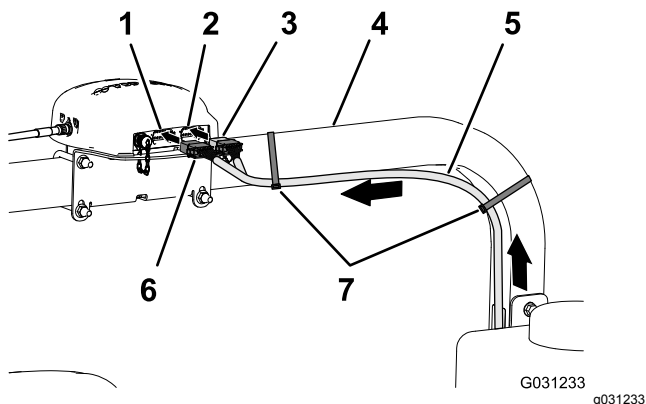

図 134
2. データ用ハーネスの 390cm の枝線を、ROPS 右側に沿って配設し、12 ソケットコネクタ 灰色 と 12 ソケットコネクタ 黒色 をナビゲーション受信機まで導く図 134。
7. 図 134 のように、ケーブルタイ2本を使って、データ用ハーネスの 390cm 枝線を右側 ROPS チューブに固定する。